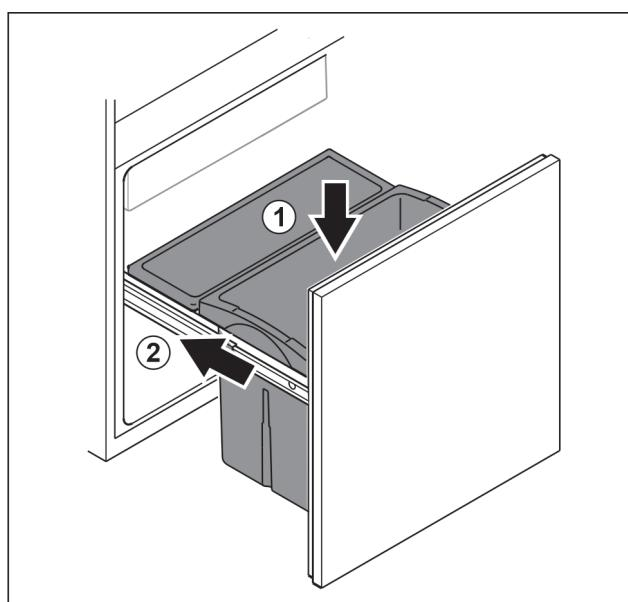

Fig. 38
- Вставьте выдвижной ящик сверху. Fig. 38 (1)
- Вставьте выдвижную тележку. Fig. 38 (2)